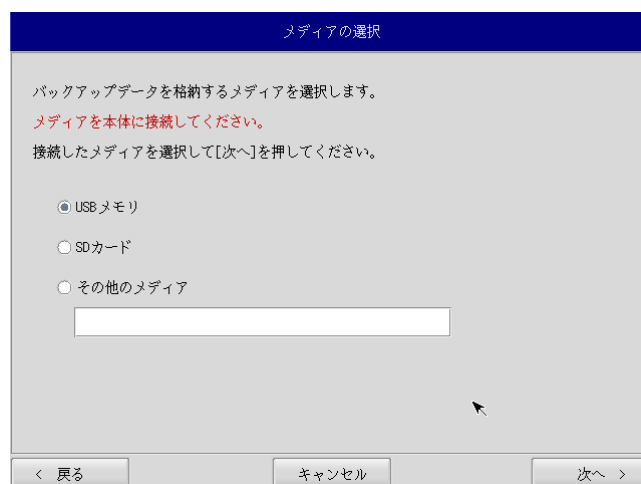

図 6-3-1. メディア選択画面
- ⑤ メディア選択画面（図 6-3-1）が表示されます。バックアップファイルを保存するメディアを選択します。USBメモリまたはSDカードを選択し、本体にメディアを接続します。[次へ]ボタンを押します。